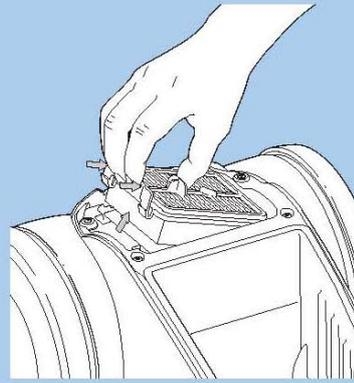

Рисунок 10
- 24 Squeeze the filter tabs (Fig. 10) and lift the filter from the cleaner.
- 24 Сожмите пластинки держателя фильтра (Рис. 10) и выньте его, приподнимая, из пылесоса.
- 24 Apriete las lengüetas del filtro (Fig. 10) y levántelo para extraerlo de la aspiradora.